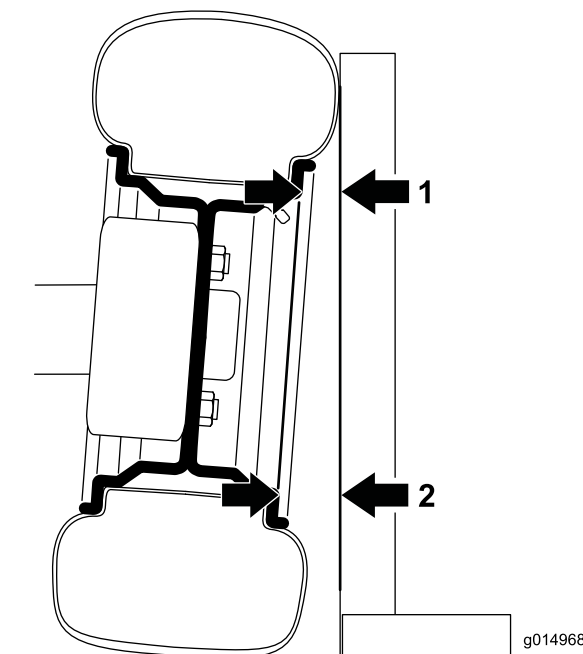

Figure 51
1. Pour vérifier le carrossage, placez une équerre à 90 degrés sur le sol, le bord vertical touchant la face du pneu (Figure 51).
2. Mesurez la distance entre la même partie de la jante sur le haut et le bas du pneu et l'équerre (Figure 51).